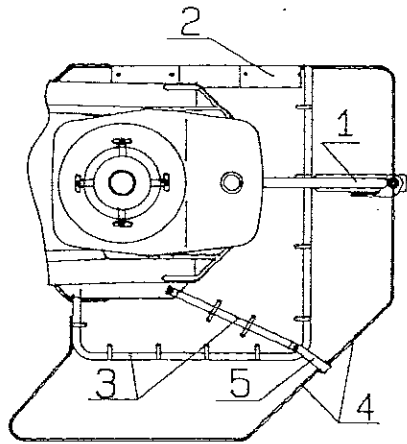

Abb. 1
1. Frontradträger Pos.1 montieren. Abb.1